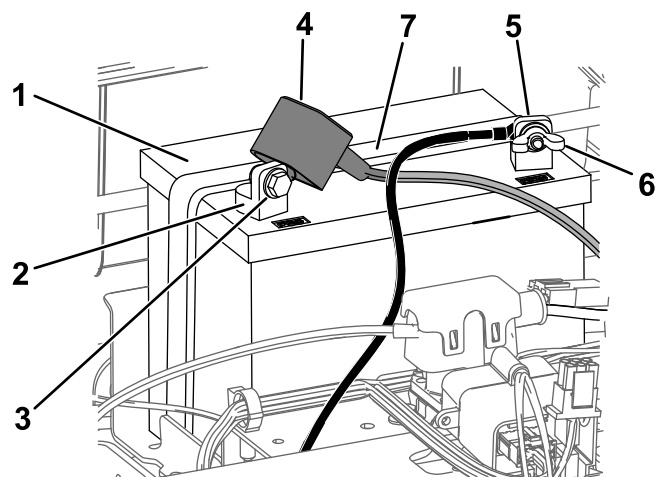

Figure 46
4. Débranchez le câble négatif (noir) de mise à la masse de la borne de la batterie (Figure 46).
6. Débranchez le câble positif (rouge) de la borne de la batterie (Figure 46).
7. Déposez la barrette de maintien de la batterie (Figure 46) et soulevez la batterie de son support.
1. Placez la batterie dans son support (Figure 46).
5. Fixez la batterie en place à l'aide de la barrette de maintien (Figure 46).